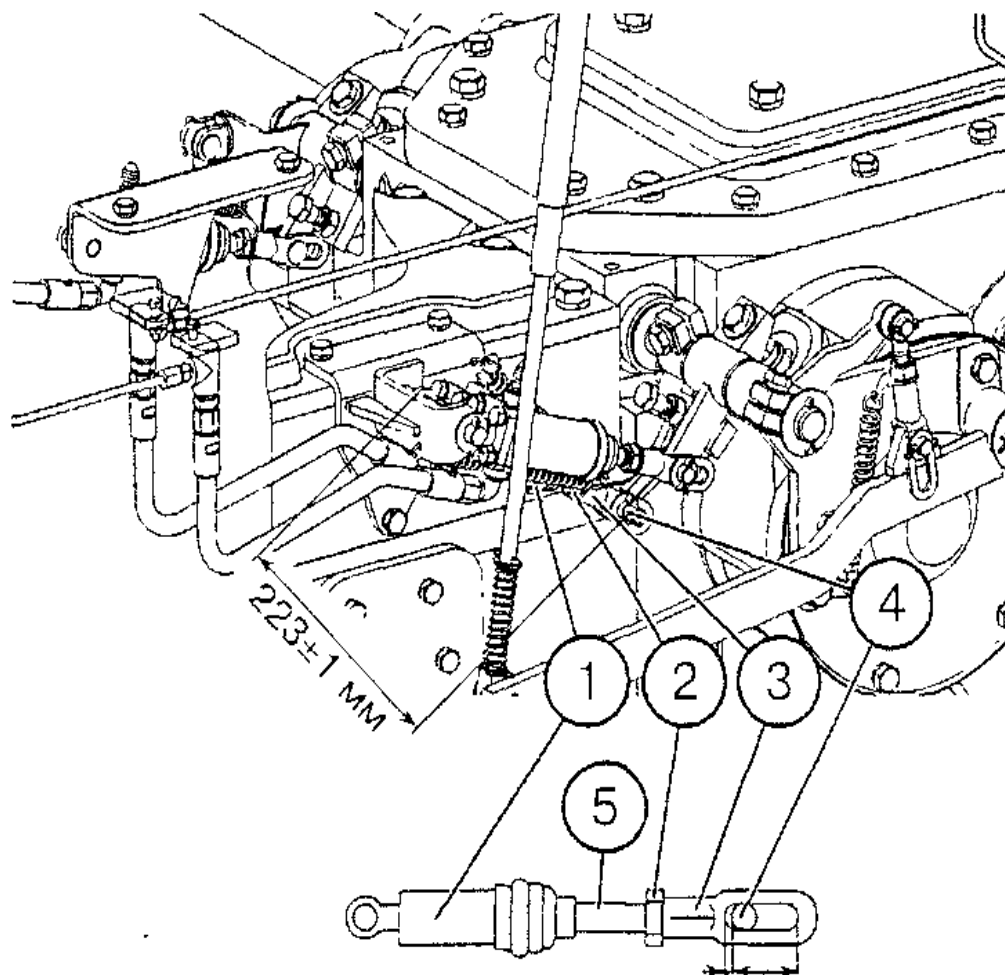

Рис. 6. Регулировка свободного ходтормозов
3. Установите предварительную длину 223 ± 1 мм рабочего цилиндра (1) и отрегулируйте ее так, чтобы обеспечить зазор $2...3$ мм между пальцем (4) и опорной поверхностью паза вилки (3), для обеспечения необходимого свободного хода рабочих тормозов. Регулировку производите путем навинчивания или свинчивания вилки (3) со штока (5) гидроцилиндра (1), предварительно отвинтив контргайку (2) и сняв палец (4). После регулировки законтрите гайку (2) и зашлифуйте палец (4) (рис. 6).